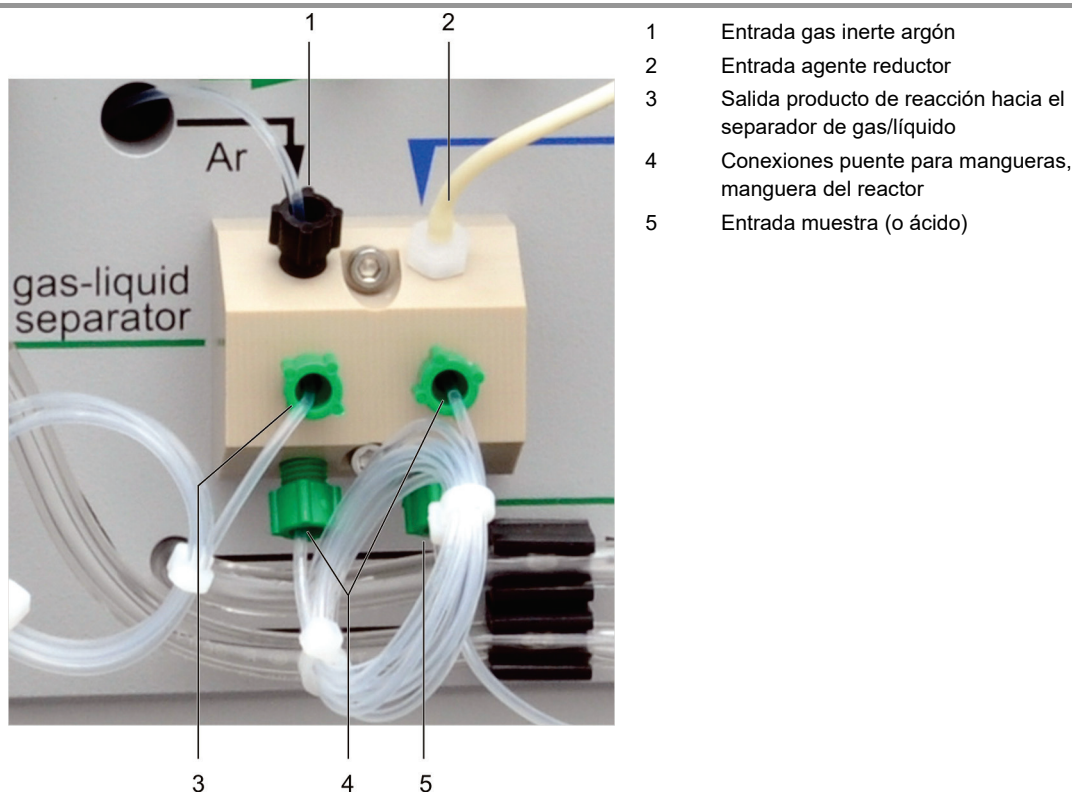

Fig. 24 Reactor con conexiones
- Manguera de bombeo para agente reductor (2, ver Fig. 24)
- Manguera de muestra/ácido que viene del grupo de dos válvulas (5)
- Conexiones puente de mangueras (4)
- Manguera de suministro de gas (1)
- Desatornillar la manguera hacia del separador de gas/líquido (3)